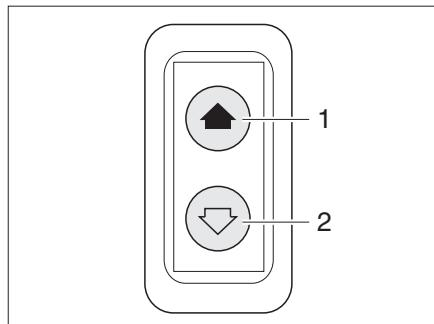

Fig. 27 Interruttore per alzacristalli elettrico
Il veicolo è dotato di un alzacristalli elettrico (Fig. 27) posto sul lato del conducente.
- Premere l'interruttore in basso (Fig. 27,2).
- Premere l'interruttore in alto (Fig. 27,1).